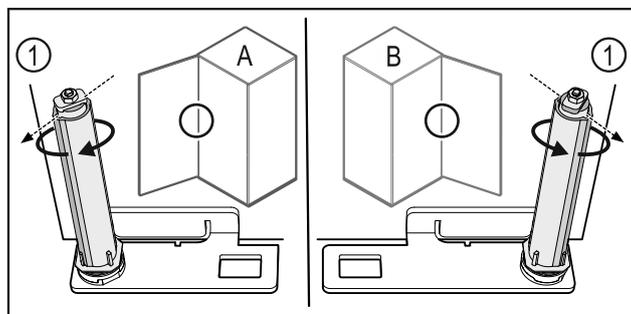

Fig. 56 Kreisais atbalsts (A) / labais atbalsts (B)
- Grieziet slēgšanas sistēmu pret pretstību, līdz slēgšanas sistēmas balstiņš Fig. 56 (1) ir vērsts uz augšu.